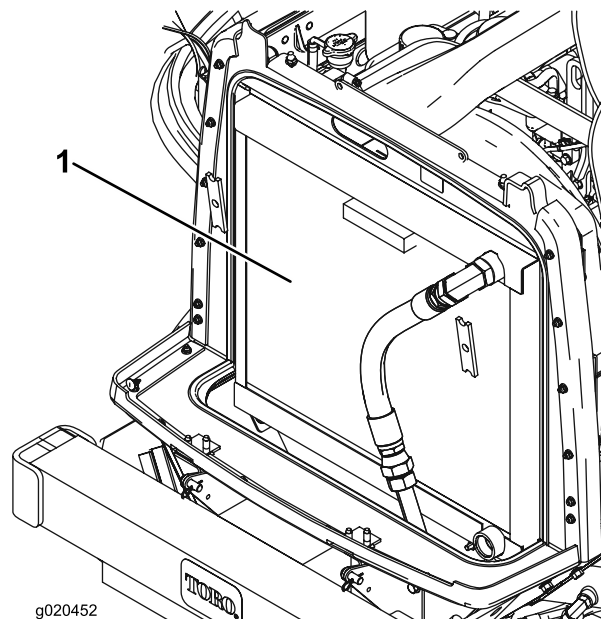

Figura 68
3. Limpe ambos os lados do radiador/dispositivo de arrefecimento de óleo com ar comprimido (Figura 68).